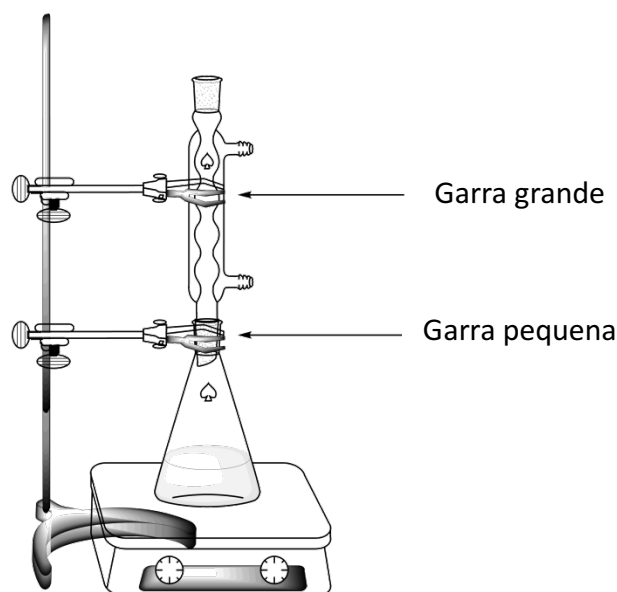

Figura 1. Montagem para refluxar a mistura reacional
- Coloque** o condensador no Erlenmeyer, como mostra a figura 1. **Levante** o seu cartão de “HELP”. Um assistente de laboratório virá ligar a água e o aquecimento.
2. **Recristalize** o produto que está no Erlenmeyer de 50 mL com boca esmerilada, usando a quantidade mínima necessária da mistura água/etanol anteriormente preparada para dissolver o produto e a montagem de refluxo (Figura 1). **Levante** o seu cartão de “HELP”. Um assistente de laboratório virá ligar a água e o aquecimento. Se necessário **adicione** mais solvente pelo topo do condensador.